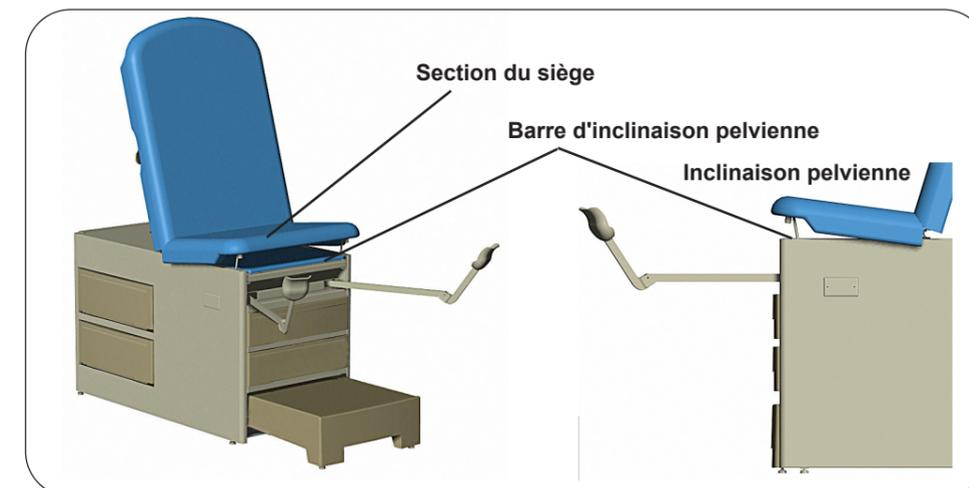

Figure 14. Barre de soutien de l'inclinaison pelvienne
1. Soulevez le bord avant de la section du siège (Figure 14). Faites pivoter la barre de support d'inclinaison pelvienne vers le haut jusqu'à sa position complètement verrouillée.